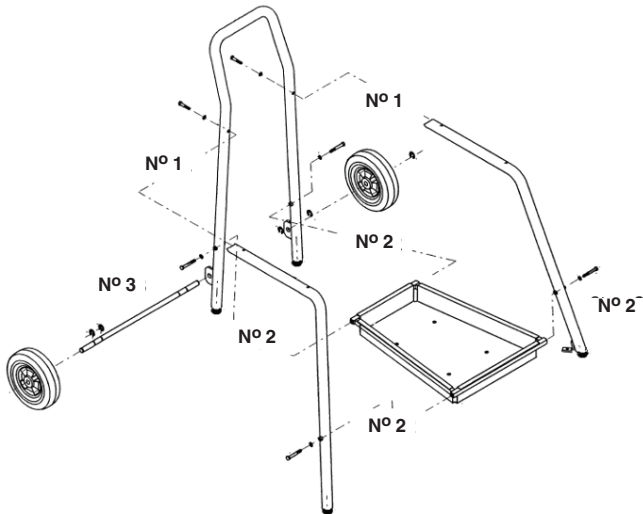

Figure 4 – Assemblage du chariot
2. Montez le bac à outils sur les jambes arrière et avant du chariot à l'aide des quatre (4) vis 6-pans de $\frac{3}{8}$ " - 16 x 2 $\frac{3}{4}$ " et des rondelles fendues fournies. Ne pas serrer les vis.
3. Introduisez l'axe à travers les pattes saillant de l'arrière de l'arceau du chariot et retenez-le en position avec les quatre (4) circlips fournis. *Se reporter à la Figure 4.*